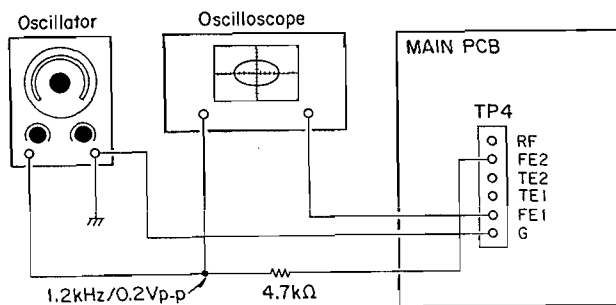

Fig. 4-10
2. Plug into FE2 of TP-4 a 1.2 kHz/200 mV p-p signal coming from external generator via 4.7 kohm resistor (refer to Fig. 4-10).
2. 外部発振器より4.7kΩの抵抗を介して 1.2kHz/200mVP-Pの信号を TP-4 の FE2に入力する。(図4-10参照)